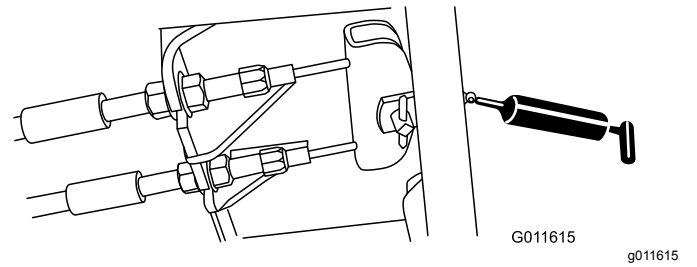

Figura 83
- Pedal de freno (1) (Figura 83)